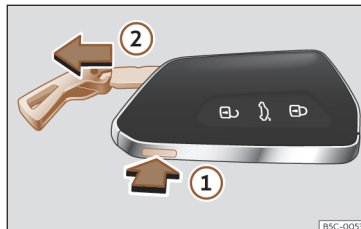

Fig. 71 Chave do veículo: retirar o palhetao.
- Pressione o botão >>> **Fig. 71** ① para fazer sair a argola em forma de porta-chaves e poder retirar o palhetao ②. Se pressionar levemente a argola, esta ficará fixa em forma de porta-chaves.
- Pressione o botão >>> Fig. 71 ① para desbloquear. Mantenha o botão pressionado ① e, simultaneamente, puxe a argola na direção da seta >>> Fig. 71 ② para retirar totalmente o palheto.